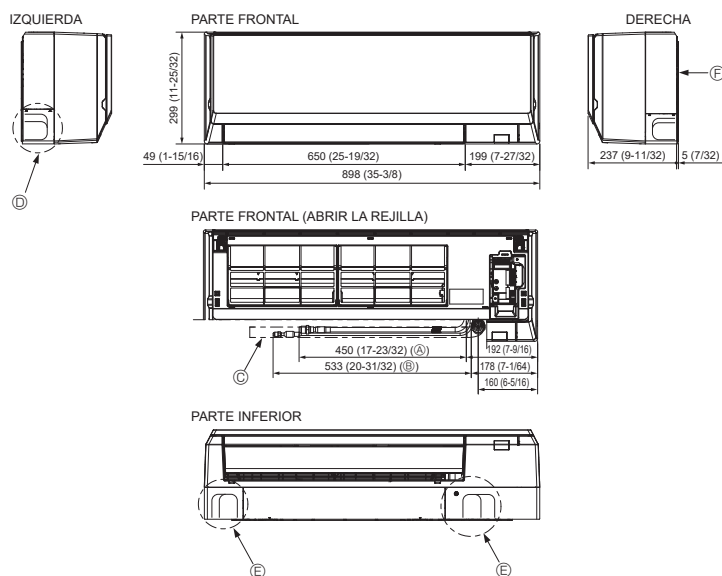

Fig. 4-2
4.2. Colocación de las tuberías de refrigerante y de drenaje (Fig. 4-2)
- ① Tubería de gas
- ② Tubería de líquido
- ③ Manguera de drenaje (Longitud efectiva: 500 mm, 19-11/16 in.)
- ④ Orificio ciego para las tuberías del lado izquierdo
- ⑤ Orificio ciego para las tuberías de la parte inferior
- ⑥ Placa de montaje ①